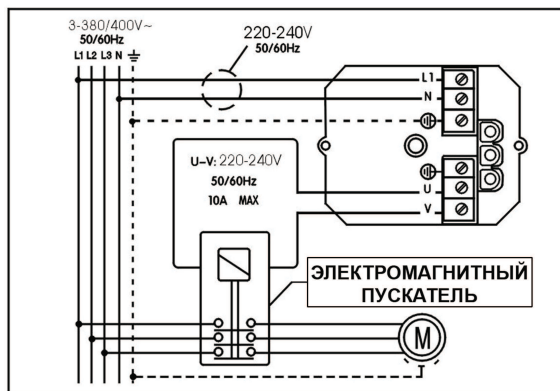

Рис. 4
5.3 Электрическое подсоединение производите по схеме (рис. 3). При использовании блока с трёхфазными или однофазными электронасосами, у которых коммутируемый ток свыше 10 А используйте электромагнитный пускатель (рис. 4). Необходимо использовать электрокабель с термической стойкостью не ниже 99°C.